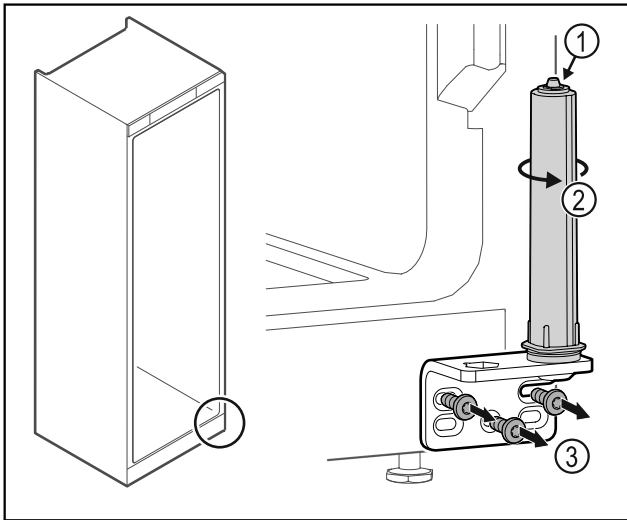

Fig. 33
- ▶ Не розбирати систему закриття дверей Fig. 33 (1).
- ▶ Повертати систему закриття Fig. 33 (2) до клацання.
- ▶ Відкрити шарнірний кутик Fig. 33 (3).